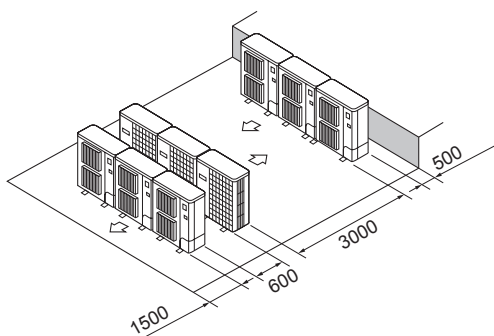

Fig. 2-17
- ⑥ Plassering av flere parallellenheter (Fig. 2-17)